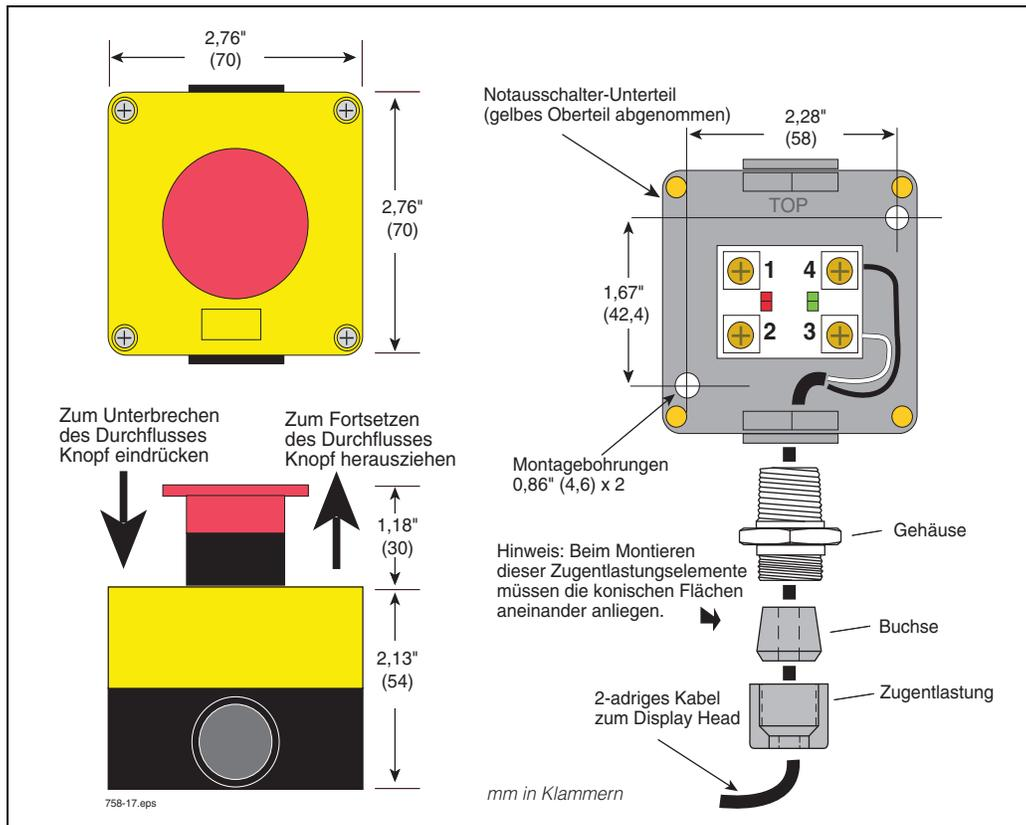

Abbildung 19. Montage- und Verdrahtungsplan des Notausschalters
1. Wenn Sie den optionalen Notausschalter (Teile-Nr.: 845900-021) haben, müssen Sie diesen am LKW neben dem Display Head installieren. Im Sockel des Notausschalters befinden sich zwei Montagebohrungen (Durchmesser 4,6 mm [0,181"]). Für den Anschluss des Notausschalters am Display Head benötigen Sie ferner ein Stück 2-adriges Kabel (siehe Abbildung 19).